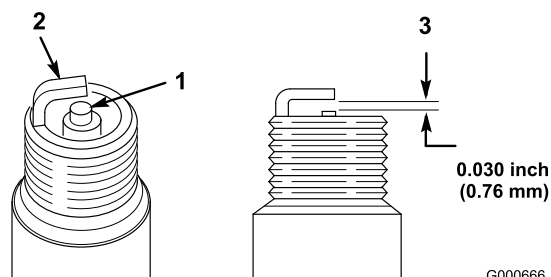

Figura 27
- Controllate il centro della candela (Figura 27). Se l'isolatore è marrone chiaro o grigio, il motore funziona correttamente. Una patina nera sull'isolatore significa in genere che il filtro dell'aria è sporco.
- Verificate la distanza tra gli elettrodi centrale e laterale (Figura 27) e se non è esatta piegate l'elettrodo laterale.